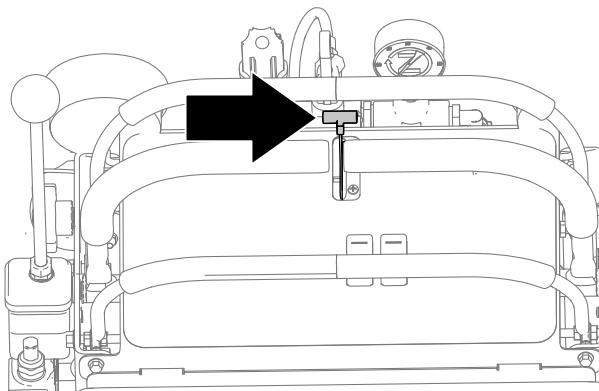

Figura 15
- Mueva el acelerador hacia arriba desde la posición de LENTO, aproximadamente la mitad de su recorrido (Figura 15).